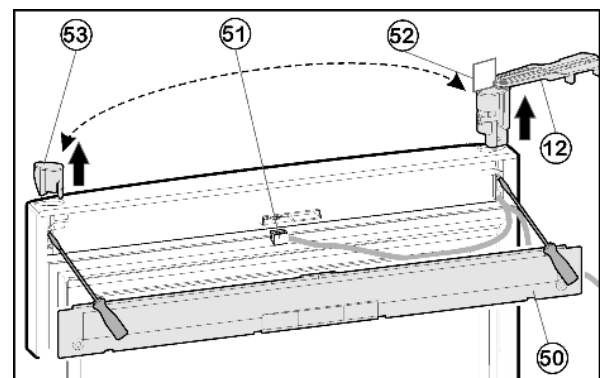

Fig. 10
- ▶ Снимите крышку Fig. 10 (50) на дверце с помощью отвертки.
- ▶ Отсоедините разъем Fig. 10 (51).
- ▶ На верхней дверце поверните опорный кронштейн Fig. 10 (12) наружу параллельно краю дверцы.
► При помощи отвертки вытолкните опорный кронштейн Fig. 10 (12) снизу и снимите с двери вместе с кабелем.
► Извлеките пробку Fig. 10 (53) снизу при помощи отвертки и вставьте на другой стороне.
► Проденьте кабель опорного кронштейна Fig. 10 (12) на противоположной стороне и установите опорный кронштейн.
► Снимите шаблон Fig. 10 (52) и закрепите на опорном кронштейне.
► Вставьте разъем Fig. 10 (51).
► Зафиксируйте крышку Fig. 10 (50) на дверце.